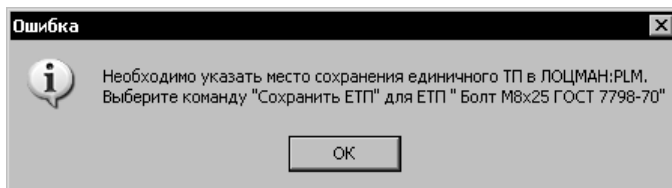

Рис. 9.72. Сообщение об ошибке при отсутствии связи локального ЕТП с объектом ЛОЦМАН:PLM
5. После того, как все ЕТП локального ТТП/ГТП будут связаны с объектами ЛОЦМАН:PLM, верните находящийся в работе ТТП/ГТП в ЛОЦМАН:PLM. На этом этапе осуществляется проверка того, все ли ЕТП локального ТТП/ГТП ассоциированы с объектами ЛОЦМАН:PLM. В противном случае будет выдано сообщение об ошибке (рис. 9.72) и объект ТТП/ГТП не будет возвращен в ЛОЦМАН:PLM.